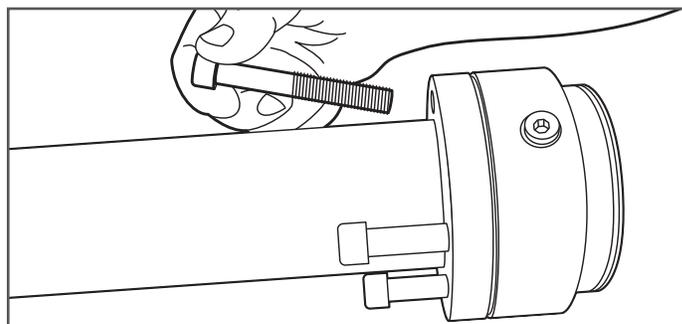

Figure 8-3
3. Retirez toutes les vis de blocage (Figure 8-3).